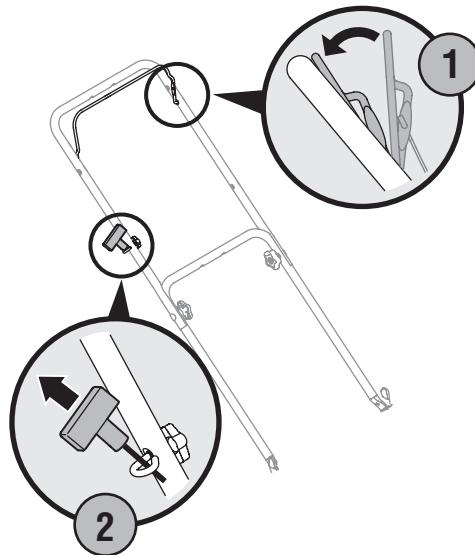

Figura 5-1
- Colóquese detrás de la podadora, apriete la manija de control de la cuchilla y sosténgala contra la manija superior. Vea la Figura 5-1.
- Sostenga firmemente las dos manijas juntas, tome la manija del arrancador de retroceso y tire de la cuerda para sacarla con un movimiento rápido y continuo. Vea la Figura 5-1. Mantenga firme la manija del arrancador, deje que la cuerda regrese lentamente al arrancador. Repita hasta que el motor esté en marcha. Deje que la cuerda se enrosque lentamente de regreso.